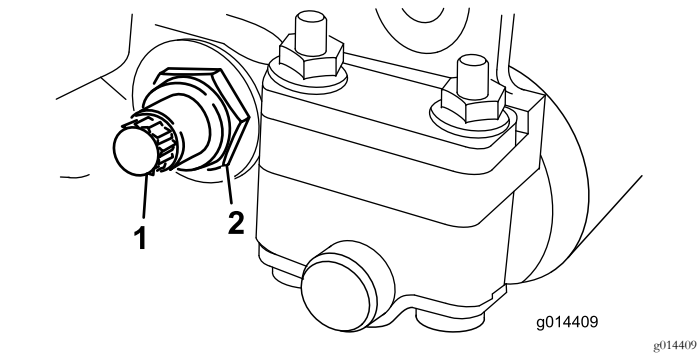

图23
- 3. 在机器的另一侧松开固定底刀架螺栓 图23的锁紧螺母。
- 4. 拆下两个底刀架螺栓向下拉动底刀架并从机器螺栓 图23上拆下来。